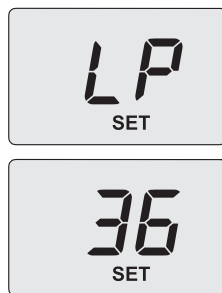

Рис. 7.5
- После того как вы установите значение параметра на **1** (функция «трубочист» в режиме максимальной температуры горячего водоснабжения), нажмите кнопку 12 для подтверждения. На дисплее появится код **LP**, загорающий поочередно с минимальной температурой в системе горячего водоснабжения (Рис. 7.5).